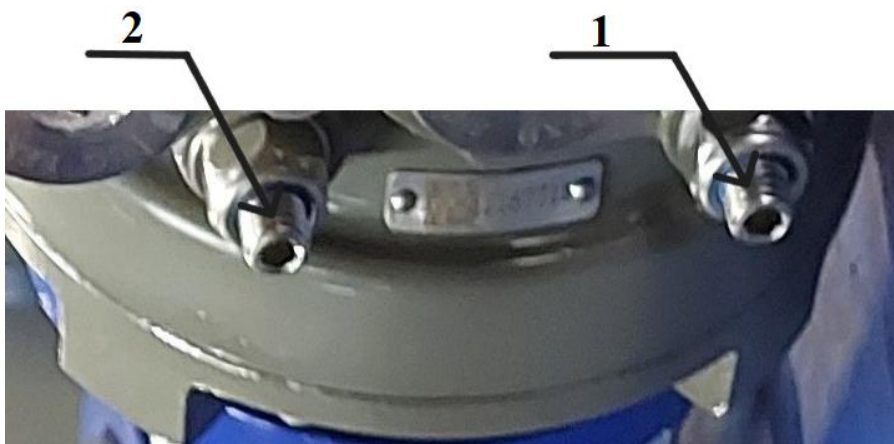

Рисунок 10. Механические ограничители хода
2.4. Настройка механических ограничителей хода (рис.10)
- 3) Ослабить контргайку ограничителя хода (1), вывернуть стопорный винт на 1-2 оборота (рис.10)
- 5) Завернуть стопорный винт (1) до упора. Зафиксировать контргайку.
- 3) Ослабить контргайку ограничителя хода (2), вывернуть стопорный винт на 1-2 оборота (рис.10)
- 5) Завернуть стопорный винт (2) до упора. Зафиксировать контргайку.